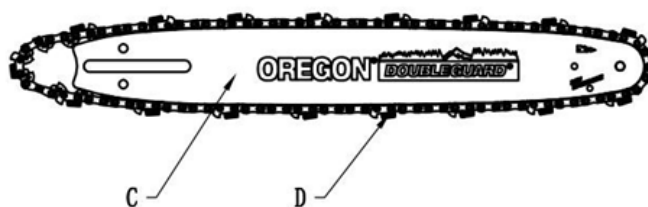

Fig 6
3. Assemblez la chaîne (D) et le guide (C) comme indiqué sur la Fig. 6. (Assurez-vous que les dents pointent dans la bonne direction.)